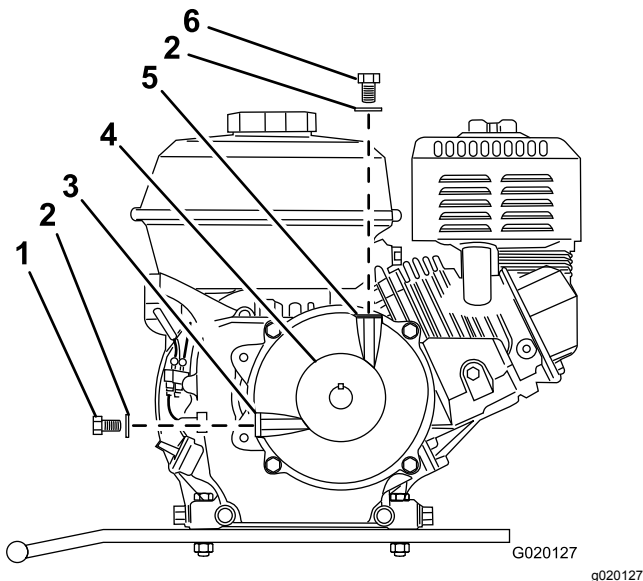

Figura 63
6. Retire el perno y la arandela de llenado del orificio de llenado situado encima de la caja reductora (Figura 63).
7. Retire el perno de comprobación del nivel de aceite y la arandela del orificio de nivel de aceite en el lateral de la caja reductora (Figura 63).
12. Instale el perno de comprobación del nivel de aceite y la arandela en el orificio de nivel de aceite de la caja reductora y apriete el perno (Figura 63).
13. Instale el perno de llenado y la arandela en el orificio de llenado de la caja reductora y apriete el perno de llenado (Figura 63).